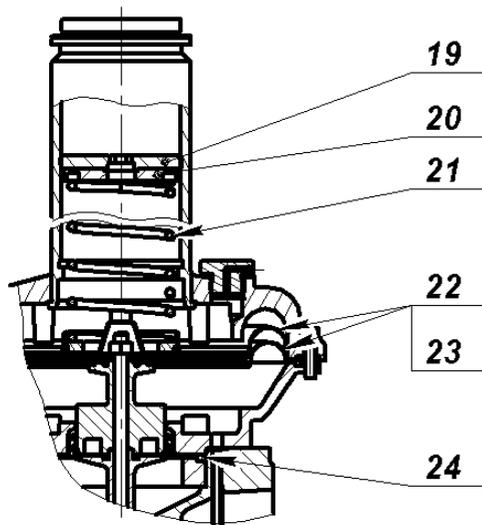

Рис. 4
- используя шестигранное отверстие (s12) в регулировочном винте 19 (рис. 4) при его повороте по часовой стрелке можно увеличить давление на выходе регулятора до заданного значения. Поворачивая регулировочный винт 6 против часовой стрелки происходит уменьшение
4.5 Замена пружины регулятора должна производиться в следующем порядке (рис. 4):